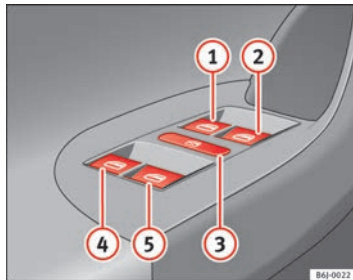

Abb. 51 Ausschnitt aus der Fahrertür: Bedienelemente für vordere und hintere Fenster
Die Tasten ⇒ Abb. 51 ①, ②, ④ und ⑤ weisen zwei Stufen zum Öffnen und zwei zum Schließen des Fensters auf. Dadurch ist es einfacher, die Öffnungs- und Schließvorgänge zu kontrollieren.